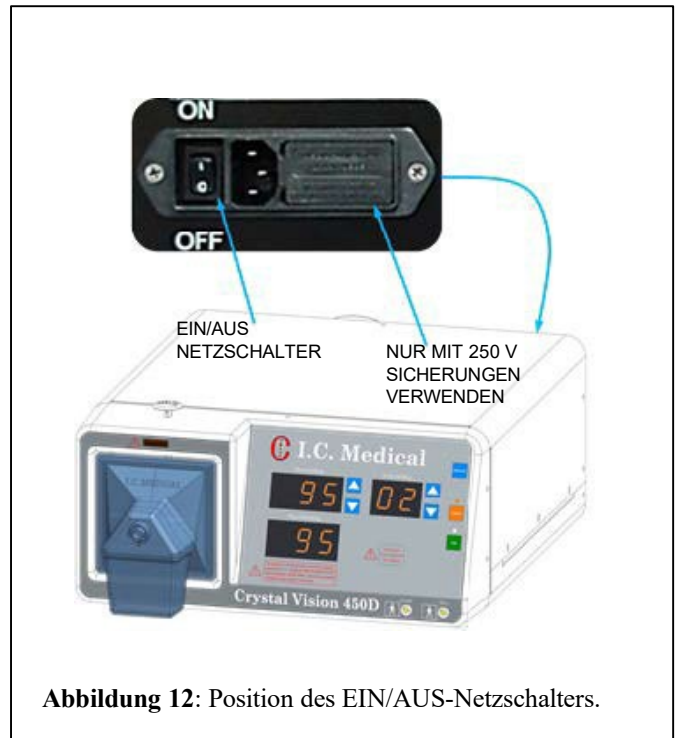

Abbildung 12: Position des EIN/AUS-Netzschalters.
1. Der EIN/AUS SCHALTER befindet sich auf der Rückplatte (Abbildung 12) neben dem Netzkabel. Dieser Schalter steuert die Stromversorgung des CRYSTAL VISION®-Gerätes. Es werden internationale Symbole verwendet. Das Symbol [I] zeigt an, dass die Stromversorgung eingeschaltet ist, „EIN“, und [O] zeigt an, dass die Stromversorgung ausgeschaltet ist, „AUS“. Dieser Schalter steuert auch den Lüfter.